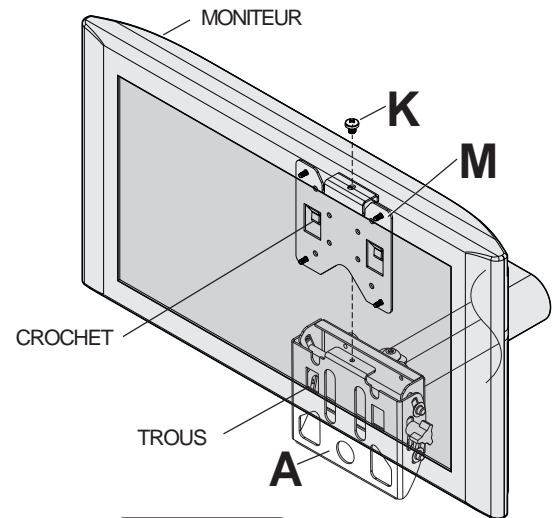
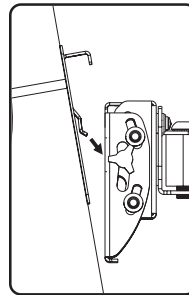
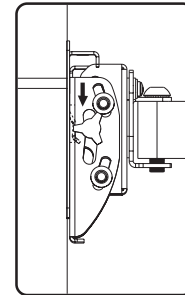

fig. 3.3
fig. 3.1
fig. 3.2
**3** Pour fixer le moniteur à la monture murale (A), abaissez le support à crochets (M), avec l'écran incliné, dans les trous de la monture murale, tel qu'illustré à la figure 3.1. Lorsque les crochets sont bien engagés, abaissez-les pour les emboîter dans les trous, tel qu'illustré à la figure 3.2. Insérez la vis cruciforme M5 (K) et serrez-la bien afin de fixer le moniteur à la monture murale, tel qu'illustré à la figure 3.3.